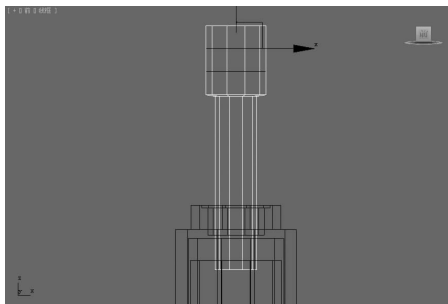

图 5-97 连接边 ▲
(4)在“编辑边”的卷展栏中单击“连接”按钮右边的按钮,在弹出的对话框中,设置“分段”为2,单击“确定”按钮,得到的效果如图 5-97 所示。